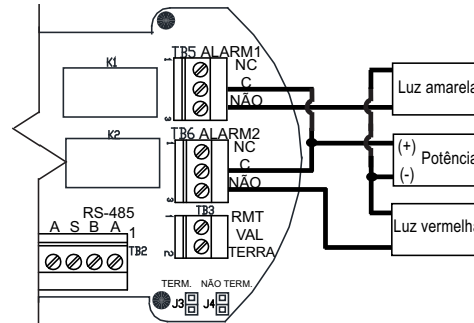
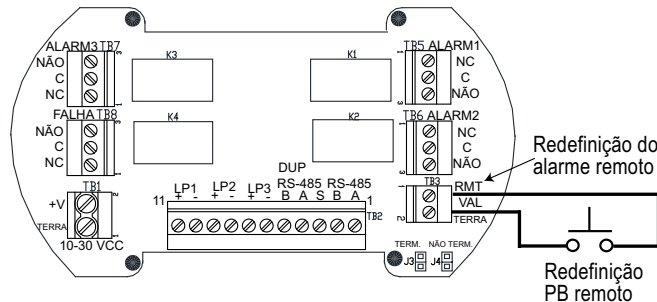

Figura 4-19: Exemplo de conexão de relé/alarme - PCI de terminal/relé/MODBUS
Figura 4-20: Conexões de restabelecimento dos relés/alarme remoto - PCI de Terminal/Relé/MODBUS
(consulte Figura 4-19: Exemplo de conexão de relé/alarme - PCI de terminal/relé/MODBUS e Figura 4-20: Conexões de restabelecimento dos relés/alarme remoto - PCI de Terminal/Relé/MODBUS para obter os detalhes).
6. Se assim desejar, conecte um interruptor remoto ao TB3 na PCI de terminal/relé/MODBUS RS-485. Esse recurso permite que você desligue e restabeleça um alarme remoto que esteja soando (consulte Figura 4-20: Conexões de restabelecimento dos relés/alarme remoto - PCI de Terminal/Relé/MODBUS para obter os detalhes).